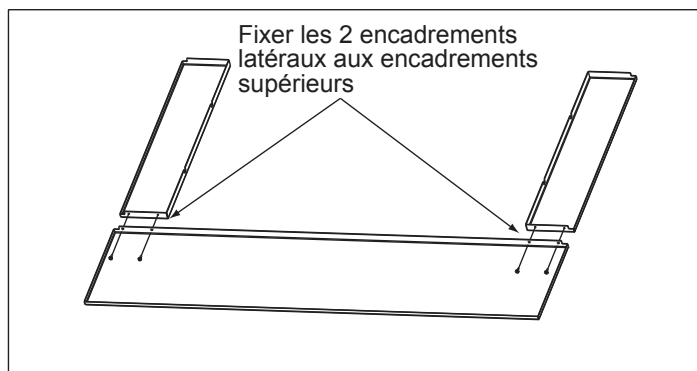

Figure 20.1
2. À l'aide du tournevis cruciforme, fixez les parties latérales de l'encadrement à la partie supérieure de l'encadrement en utilisant les 2 vis autotaraudeuses n° 8 fournies avec l'ensemble. **Figure 20.1**